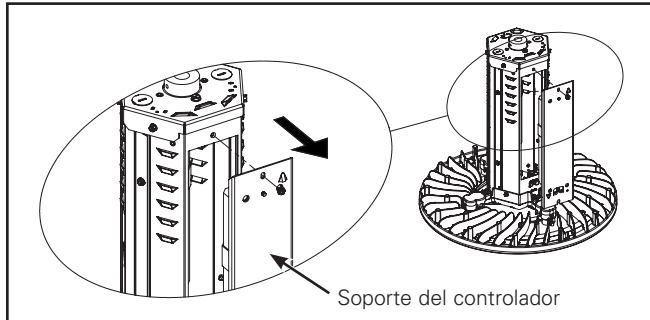

Figura 10.
1. Abra el soporte del controlador de cualquiera de los lados de la luminaria (Figura 10).